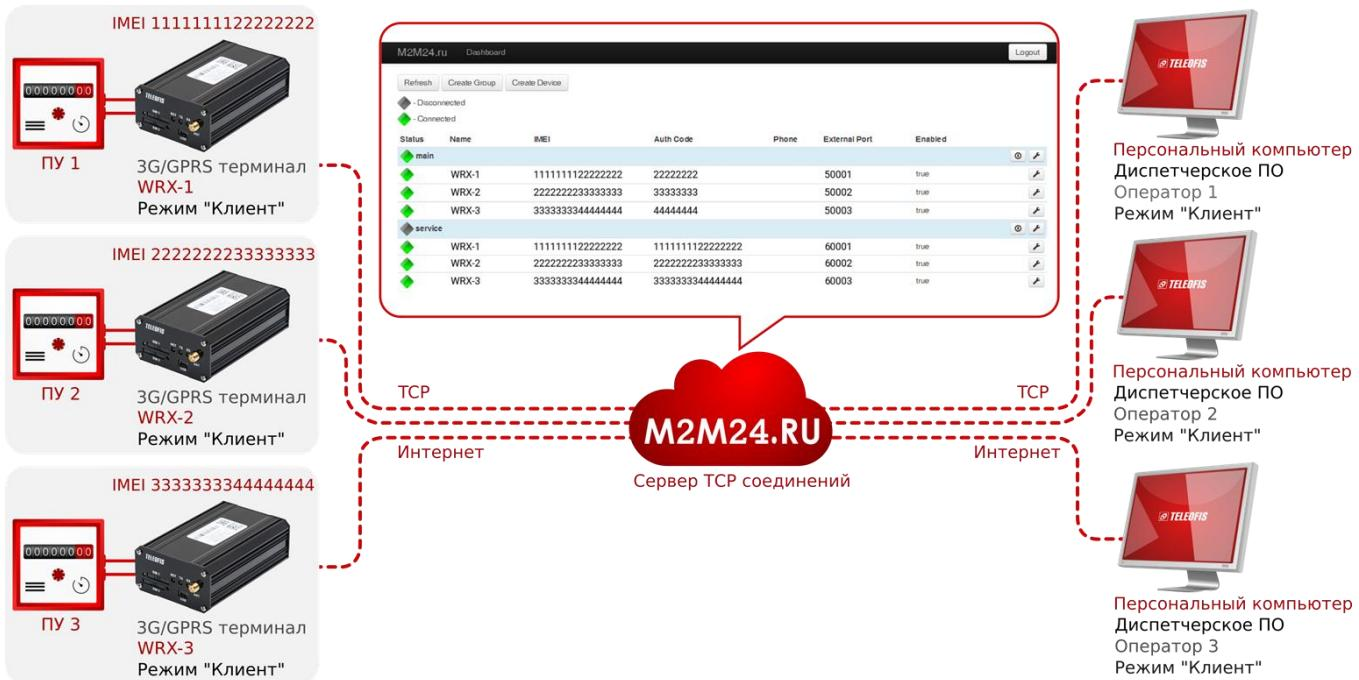

Рис. 21. Схема подключения с использованием служебного сервера «M2M24»
4. Подключение с использованием служебного сервера. В тех случаях, когда терминалы и устройства диспетчеризации не имеют возможности получить внешний статический IP-адрес и работают исключительно в режиме TCP-клиентов, оптимальным вариантом для соединения удалённых устройств может стать использование служебного сервера TCP соединений. Такой сервер организовывает и поддерживает каналы связи между различным оборудованием, терминалами и программами диспетчеризации. При этом все подключаемые к серверу устройства могут получать доступ к точкам учёта, работая в режиме TCP-клиентов. В качестве коммутатора TCP каналов компания «TELEOFIS» предлагает клиентам **бесплатный сервер TCP-соединений «M2M24»** (Рис. 21).